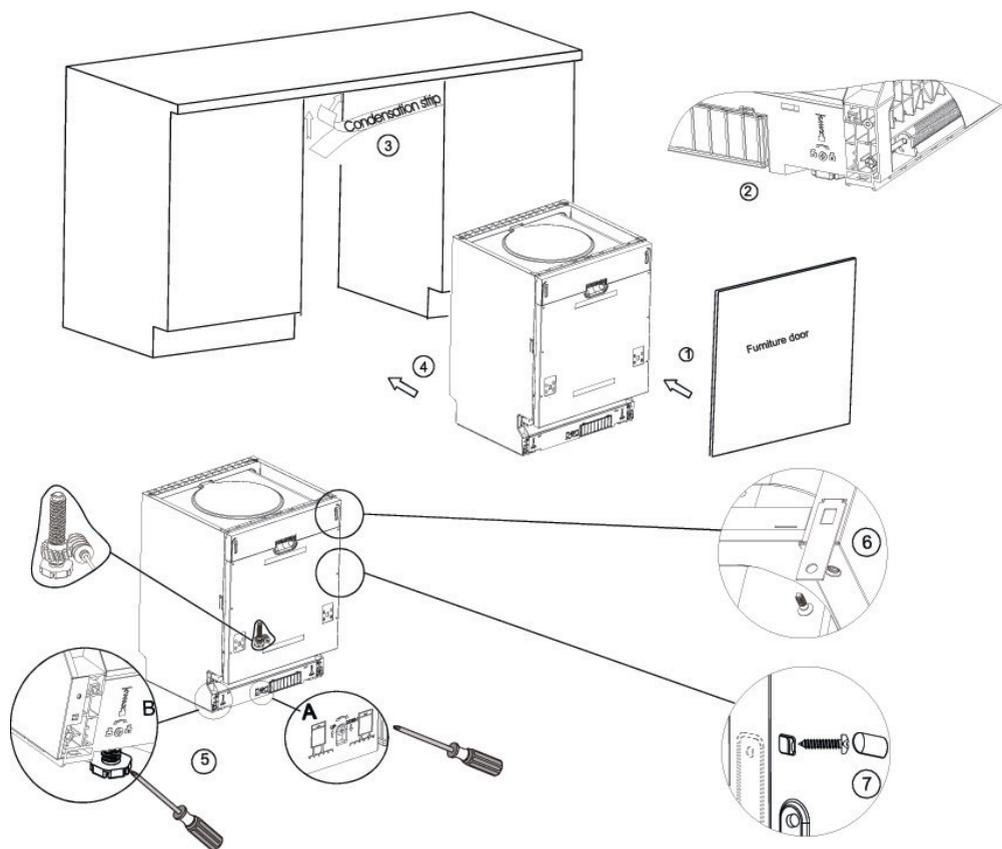

Рис. 7. Последовательность установки посудомоечной машины
1. Используя скобы, прикрепите декоративную дверцу от вашей мебели к дверце машины (см. п. 1 на рис. 7).
- судомоечной машины (см. п. 2 на рис. 7).
6. Поместите посудомоечную машину на направляющие (см. п. 4 на рис. 7).
9. Выровняйте машину. Задние ножки можно регулировать винтами, расположенными спереди (см. п. 6а на рис. 7). С помощью ключа отрегулируйте передние ножки (см.п. 6в на рис. 7).
- А. Если у Вас столешница из дерева или ДСП, прикрутите машину к ней шурупами по дереву, будьте осторожны, вес машины может вырвать шурупы из дерева (см. п. 7 на рис. 7).
- В. Если у Вас мраморная или гранитная столешница используйте скобы, чтобы прикрепить машину к стенам соседней мебели, при этом необходимо закрыть винты резиновыми шляпками, чтобы не повредить столешницу (см. п. 8 на рис. 7).
2. Машина разработана так, чтобы пользователь мог регулировать ножки, используя винты в передней части (см. рис. 7).